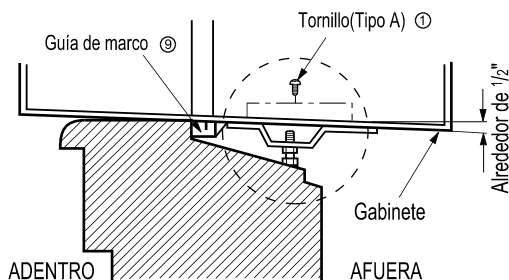

Fig. 4
4. Corte el sellode chasis de la ventana a la longitud apropiada. Pele el refuerzo y aplique la Cinta de Espuma a la parte inferior del chasis de la ventana. FIG.4
4. Seleccione la posición en la que colocará el soporte del dintel ⑥ cerca del punto más externo del dintel. Fig. 4
5. Agregue el soporte del dintel al hueco de la guía del gabinete según la posición seleccionada usando 2 tornillos tipo A ① en cada soporte Fig. 4